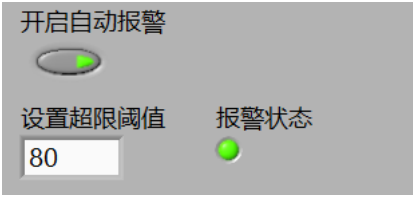

图 4-4
3、点击“开启自动报警”按钮，并设置超限阈值。则当温度超过设定阈值时，系统会点亮“报警状态灯”并同时发出滴滴声，直至温度不超过设定值，如图 4-4 所示。
4、点击“开启自动报警”按钮，并设置超限阈值。则当温度超过设定阈值时，系统会点亮“报警状态灯”并同时发出滴滴声，直至温度不超过设定值，如图 4-4 所示。